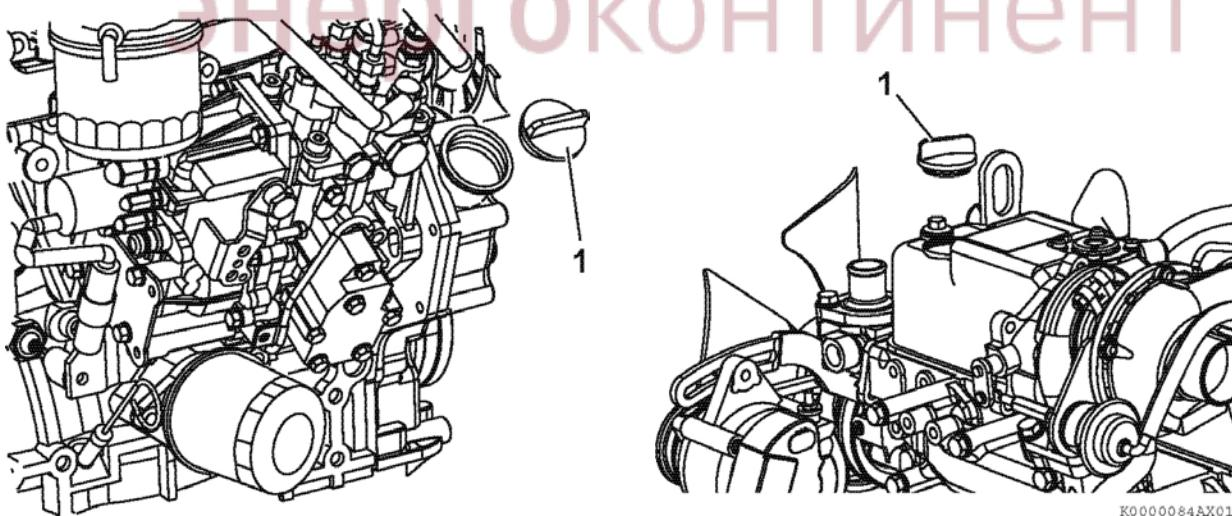

Рисунок 36
4. Снимите одну из крышек маслозаливной горловины (рисунок 36, (1)), чтобы проветрить картер двигателя и обеспечить свободный слив моторного масла.